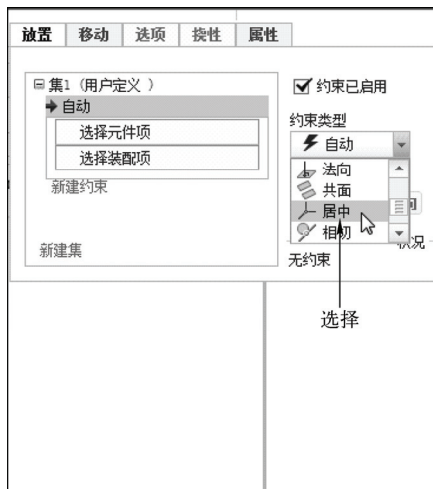

图 11-24 选择“居中”选项
STEP 02 用与上述同样的方法，打开一个零件，同时打开“元件放置”选项卡，单击“放置”按钮，弹出“放置”下滑面板，单击“约束类型”下拉列表框的按钮，在弹出的列表中选择“居中”选项，如图 11-24 所示。